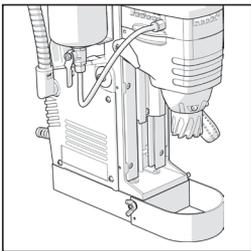

Abb. 2
- Befestigen Sie den Sicherheitschutz mit den mitgelieferten Befestigungsschrauben. **(Abb. 2)**